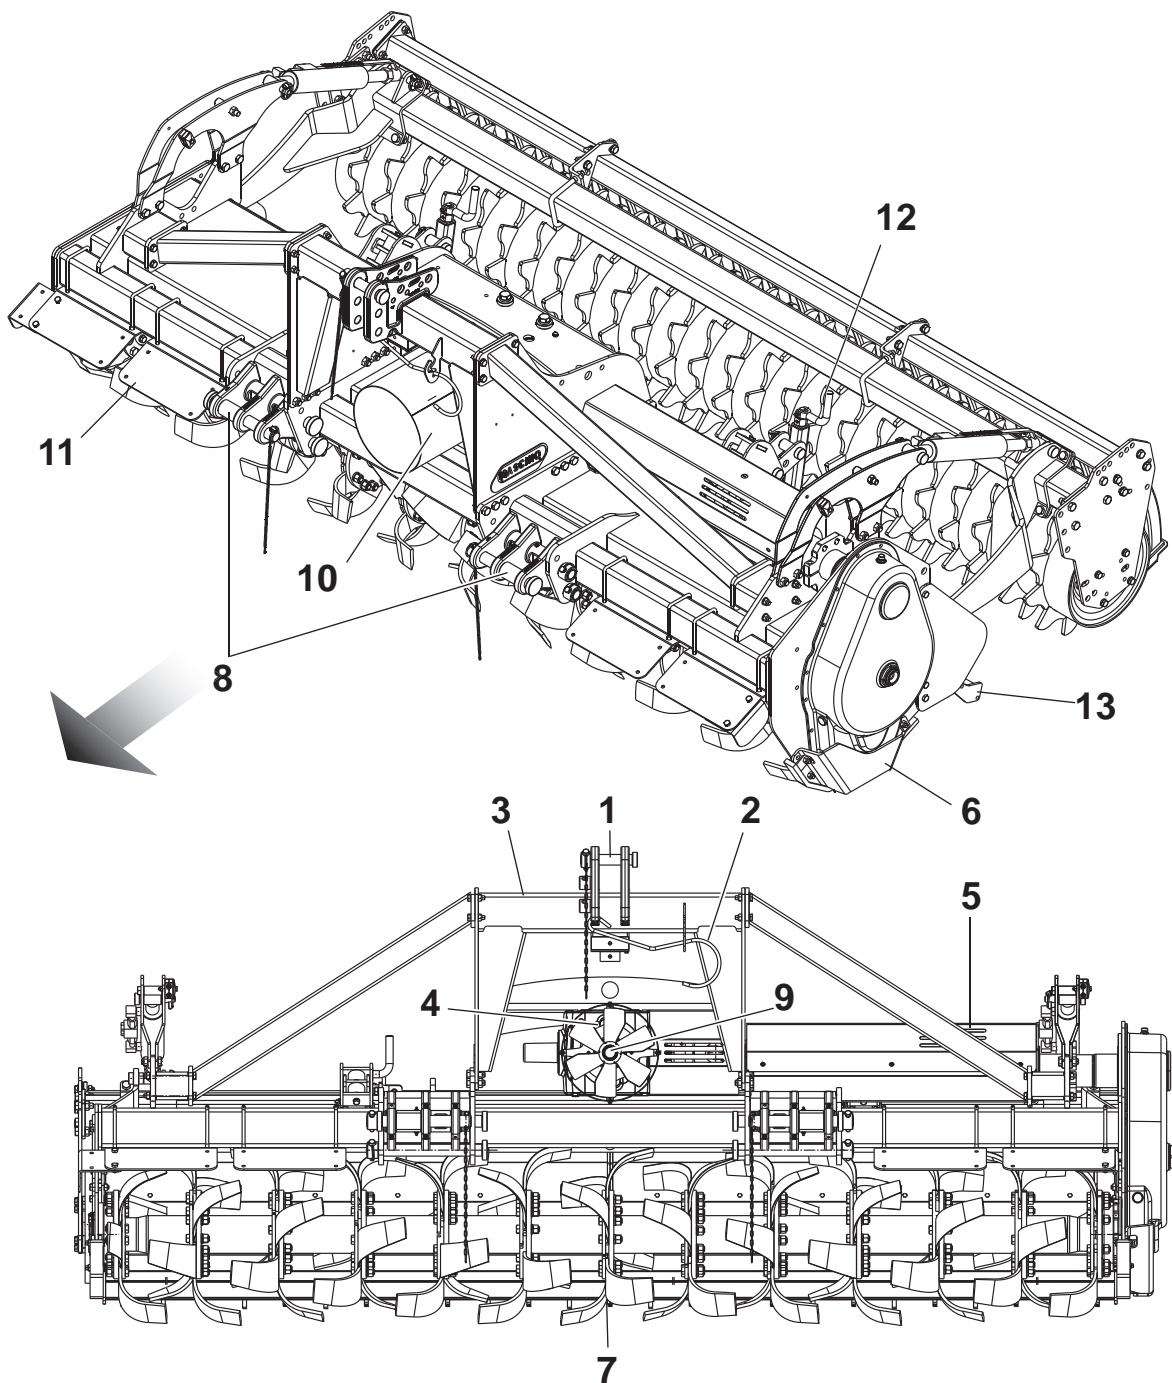

Fig.6
3.2 DISEGNO COMPLESSIVO (Fig.6)
In caso di movimentazione della macchina, è necessario sollevare la stessa agganciandola agli attacchi appositi con paranco o grù idonei e di sufficiente portata (Fig. 6). Questa operazione, per la sua pericolosità, è necessario venga eseguita da personale preparato e responsabile. La massa della macchina è evidenziata nella targhetta di identificazione (Fig.1).